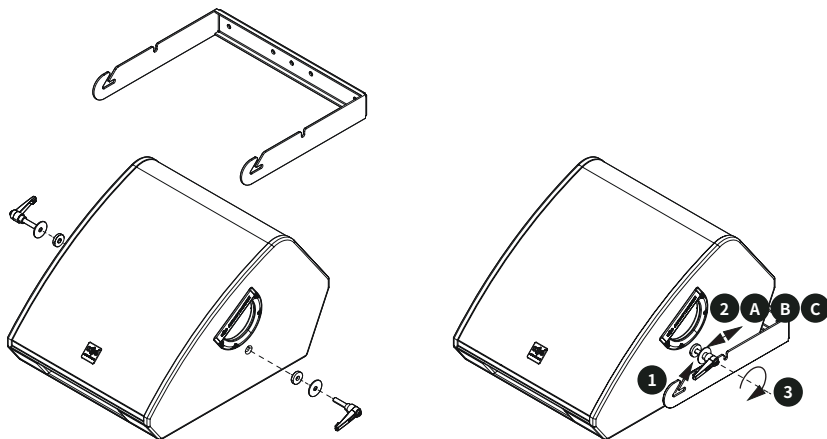

图8. 将SMX 12UB U型架安装到SMX 12A音箱上。注意区分不同应用场景所使用的三个卡槽位置。
11. 使用SMX 12A两侧的把手将音箱抬起，并将U型架与支撑杆固定，详见图8